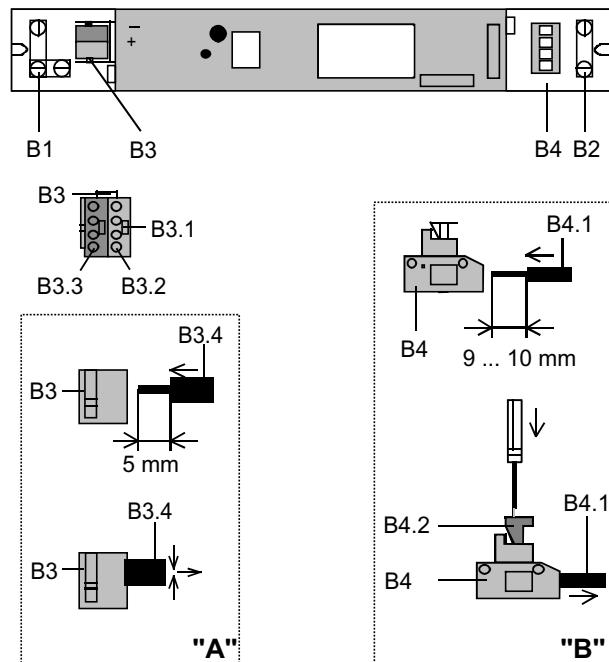

Bild 3: Anschlüsse
Busklemme abziehen (Bild 3)
Busklemme aufstecken (Bild 3)
Anschließen der Busleitung (Bild 3 "A")
- Der Leitungsmantel der Busleitung ist mit der Leitungsfestigung (B1) am Gehäuse des Einbaugerätes zu befestigen. Keine Leitungszugentlastung! (Bild 3).
Abklemmen der Busleitung (Bild 3 "A")
Laststromkreise anschließen (Bild 3 "B")
- Der Leitungsmantel ist mit der beigelegten Leitungsfixierung (B2) am Gehäuse des Einbaugerätes zu befestigen (Bild 3). Montage der Leitungsfixierung: Beide Teile sind übereinandergelegt zu montieren
Laststromkreise abklemmen (Bild 3 "B")